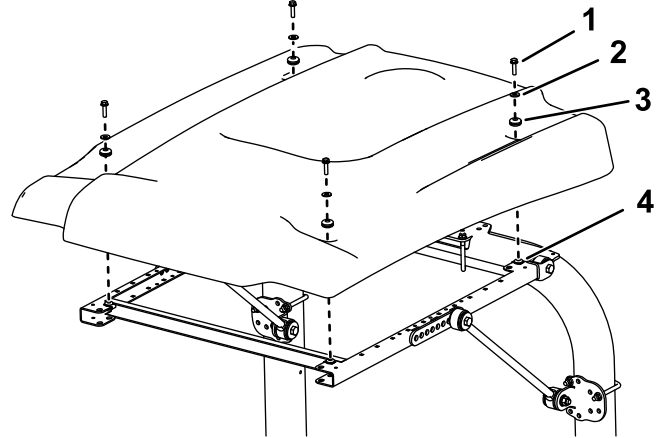

Bild 13
14. Positionieren Sie das Sonnendach beim Ausfluchten der Befestigungslöcher am Rahmen wie in Bild 13 abgebildet.
15. Befestigen Sie jede Ecke des Sonnendachs mit einer Bundkopfschraube (5/16" x 1 1/4"), einer kleinen Scheiben und einer Scheibe lose am Rahmen (Bild 13).